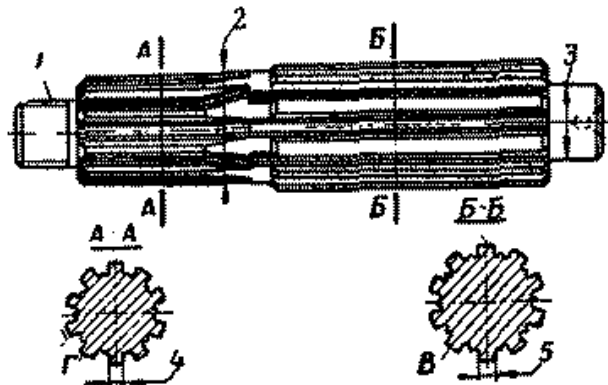

Рис. 129. Первичный вал
2. Первичный вал. Промежуточный вал (рис. 129)